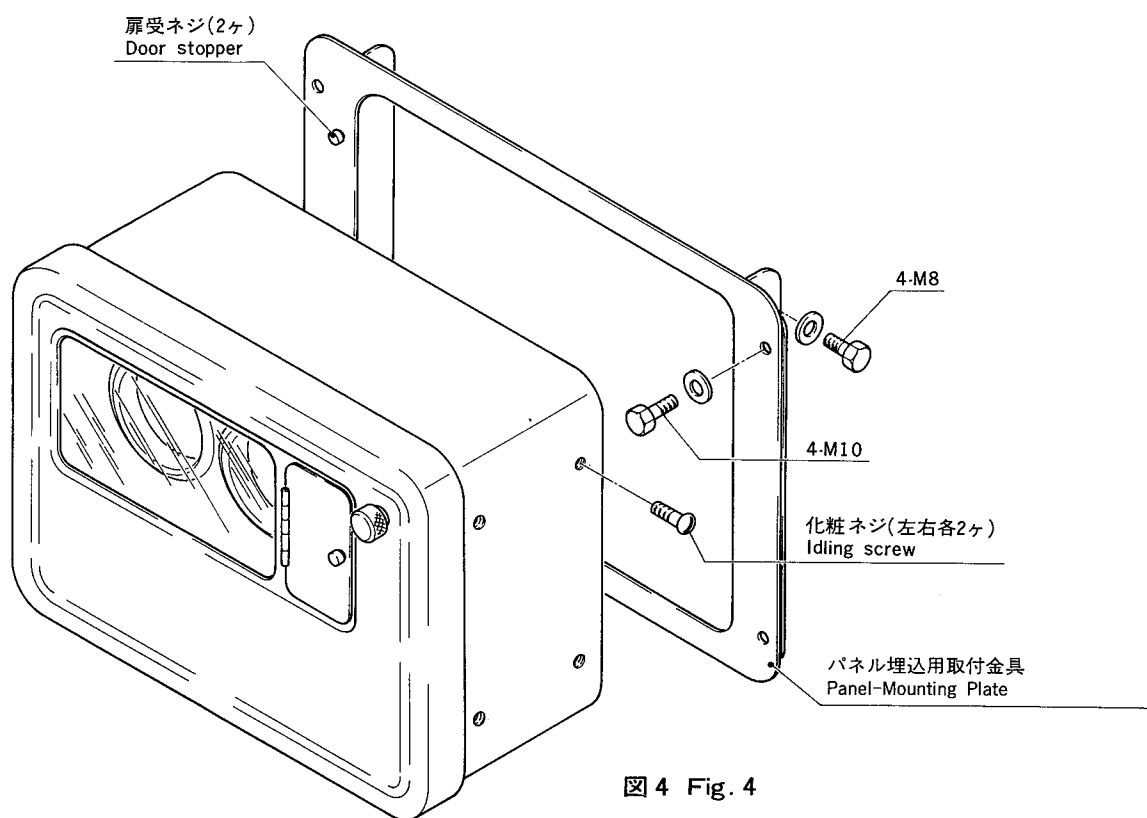

図4 Fig. 4
b. パネル埋込型の場合 (図4 参照)
b. Panel-mounting type (See Fig. 4)